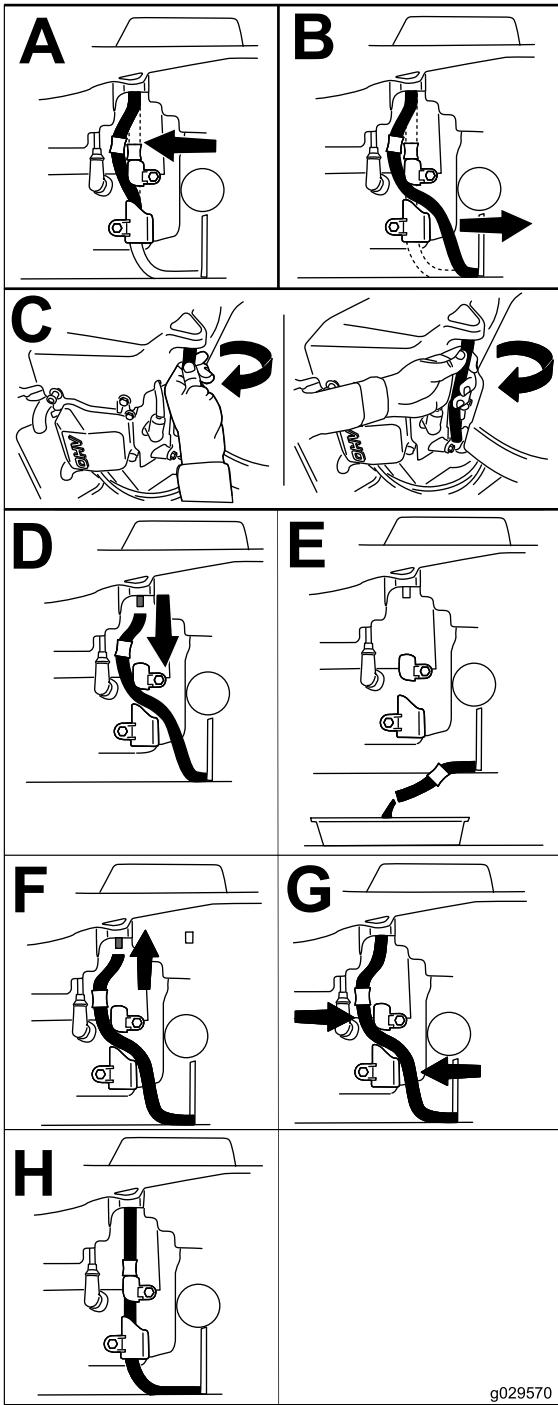

Bild 41
- Lassen Sie das Öl vom Motor ab (Bild 41).